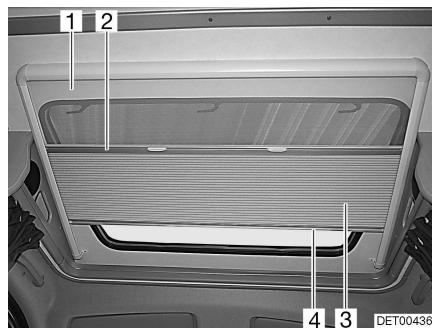

Fig. 30 Lucernario
La tendina oscurante pieghevole (Fig. 30,3) è fissata alla protezione contro gli insetti (Fig. 30,1).
- Afferrare la tendina oscurante pieghevole al centro dell'asta di chiusura (Fig. 30,4) e tirare delicatamente verso il basso.
- Ricondurre lentamente la tendina oscurante pieghevole sull'asta di chiusura (Fig. 30,4).
- Afferrare la protezione contro gli insetti al centro dell'asta di chiusura (Fig. 30,2) e tirarla delicatamente verso il basso.
- Ricondurre lentamente la protezione contro gli insetti sull'asta di chiusura della tendina oscurante pieghevole (Fig. 30,4).